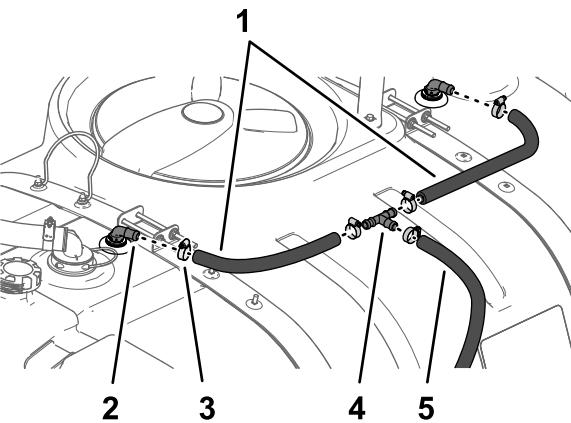

図 27
ングに組み付けてクランプを手締めする図 27。
2. 図 27 のように、ホースクランプ 2 個を使用して
3. 図 27 に示すように、ホースクランプ 1 個を使用
1. すすぎタンク底部のホース53.3cmを、車両中心線側にあるポンプ用バーブ付きストレートフィッティングに組み付け、クランプを手締めする図 27。